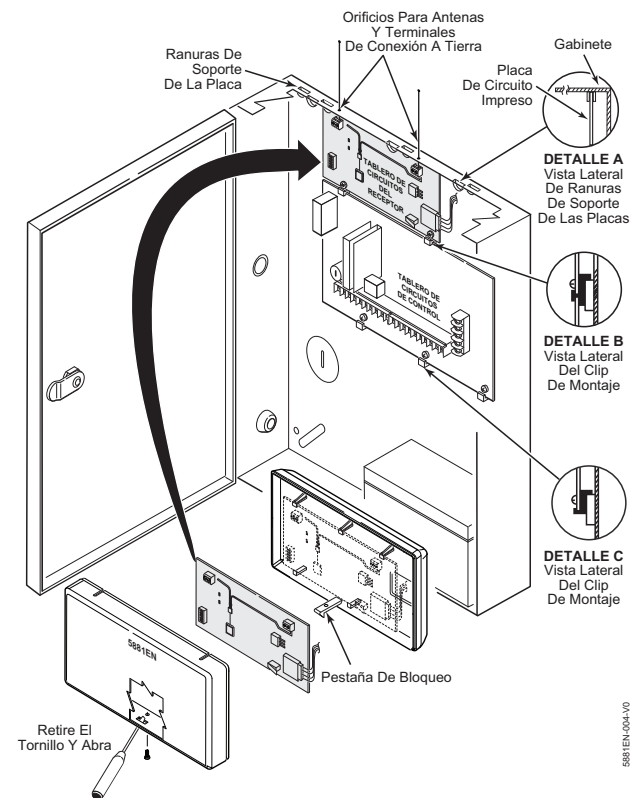

Figura 2. Instalación de la placa del receptor en el gabinete del control
- c. Cuelgue dos clips de montaje (incluidos con el receptor) en las lengüetas levantadas del gabinete, como se muestra en el Detalle B de la Figura 2.
- f. Cuelgue dos clips de montaje (incluidos con la placa del control) en las lengüetas levantadas del gabinete, como se muestra en el Detalle C de la Figura 2.